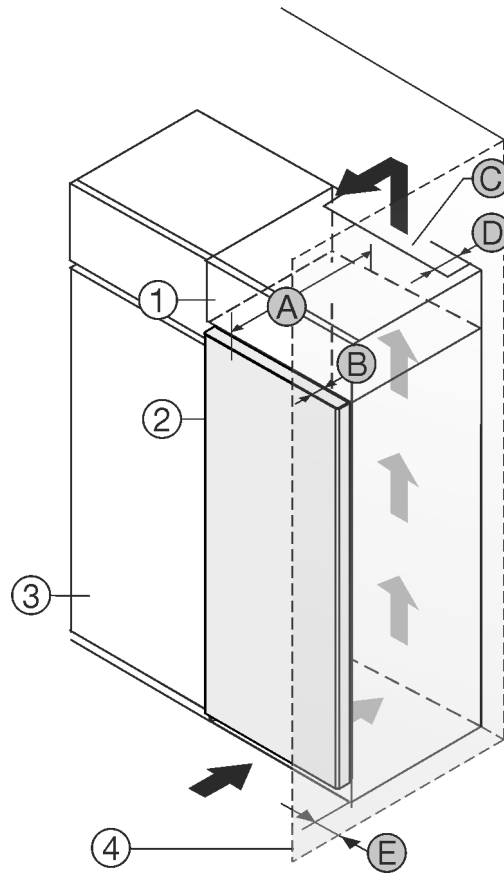

Fig. 1
Voit pystyttää laitteen suoraan jääkaapin Fig. 1 (3) viereen.*
Lisäkaapin takana on oltava lisäkaapin levyinen poistoilmakuilu, jonka syvyys on Fig. 1 (D).*
Katon alapuolelle on jäätävä ilmanvaihdon poikkipinta-alaa Fig. 1 (C) vastaava tila.*
Jos asennat laitteen oven saranapuolen seinän Fig. 1 (4) viereen, laitteen ja seinän väliin on jätettävä vähintään 13 mm väli.*
Jotta voit avata ovet kokonaan, laitteen on oltava oven syvyyden Fig. 1 (B) verran ulospäin keittiökaappien etureunasta. Keittiökaappien Fig. 1 (3) syvyyden ja välikkeiden käytön mukaisesti laite voi olla ulompana.*